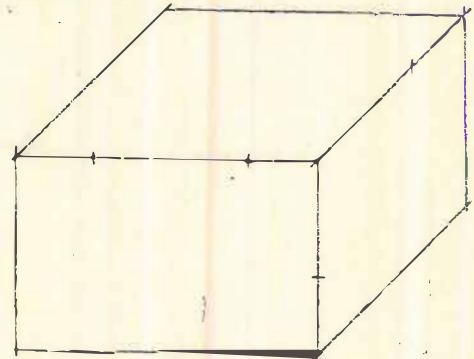

Fig. 13
b) Sobre cada eje oblicuo lleve las dimensiones parciales de la pieza a trazar. Fig. 13.